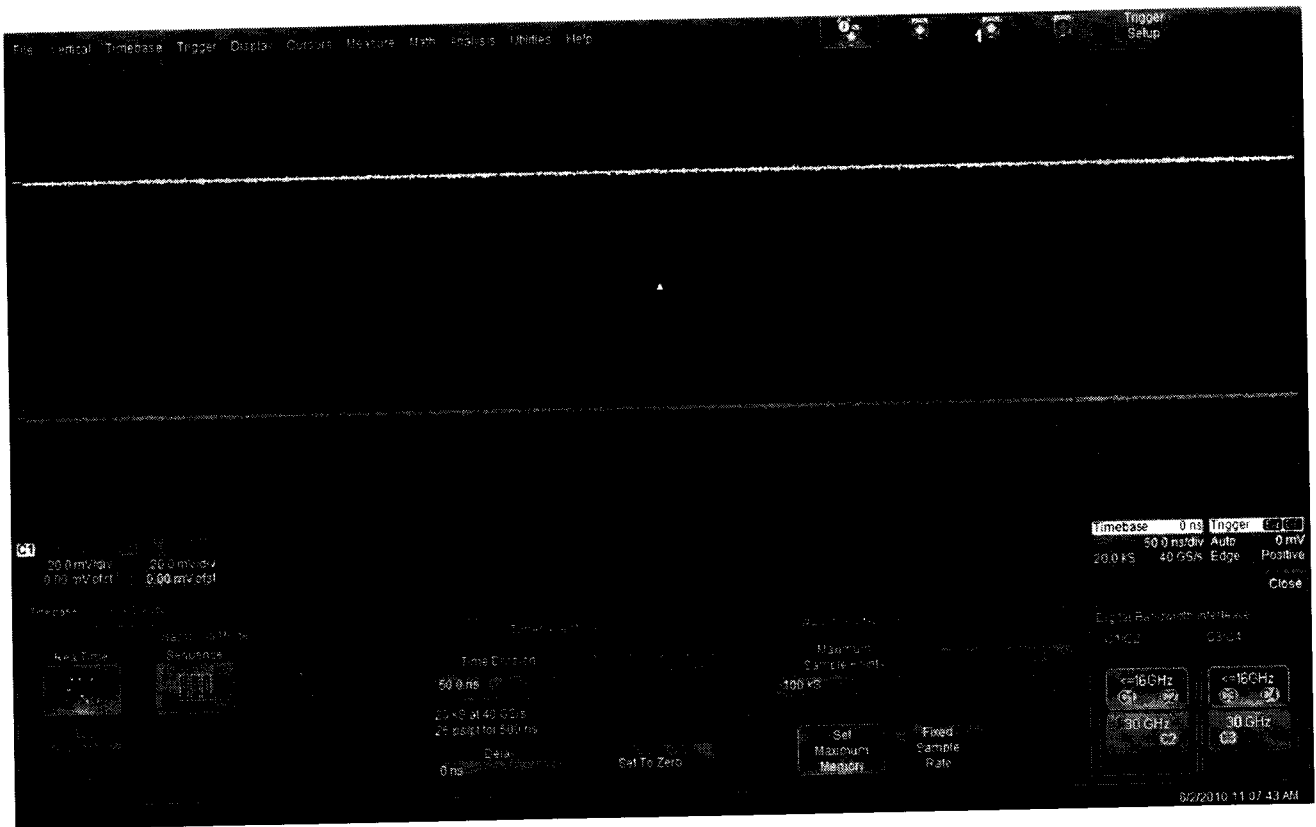

Рисунок 3
8.4.3.1 Установить следующие параметры осциллографа (рисунок 3):